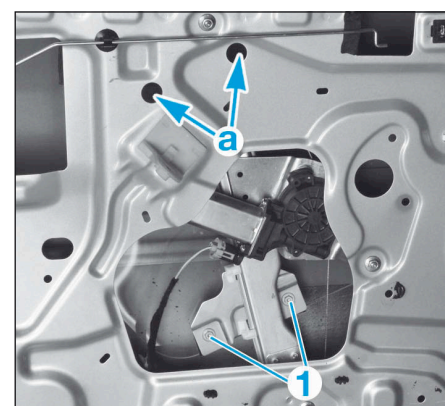

FIG.47
- Déposer les vis (1) (Fig.47).